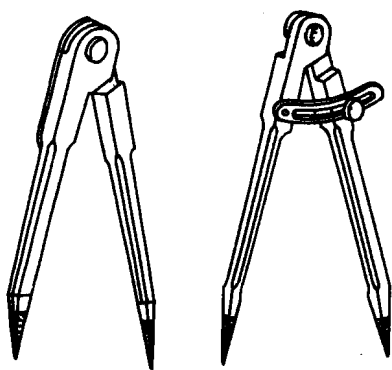

图 2.7 划规
(7) 划规(图 2.7) 用来划圆和圆弧、等分线段、等分角度以及量取尺寸等。